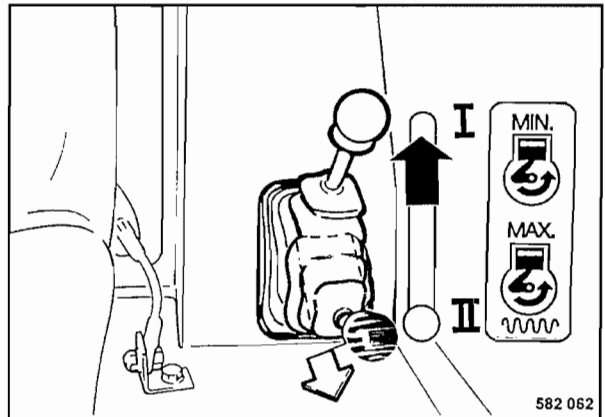

Fig. 40
- Alzar el disco de retención (Fig. 40) y colocar la palanca reguladora de revoluciones en "I" (ralentí).